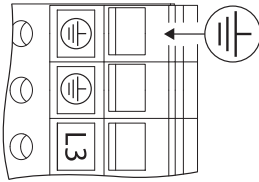

Fig. 27: Ligação à terra adicional
- Devido à alta corrente de fuga nos motores a partir de 11 kW, é necessário fazer uma ligação à terra reforçada adicional de acordo com a norma EN 61800-5-1:2008-04 (consultar a Fig. 27).